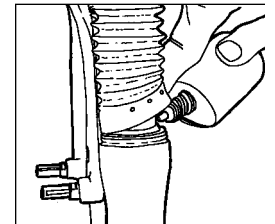

Fig. 4
1. Essuyez les surfaces externes, la zone du joint Resi-wiper et le tube supérieur. Appliquez 2 à 3 gouttes d'huile fortifiée au Téflon sur les tubes supérieurs, au niveau du joint Resi-wiper. (voir Fig. 4)